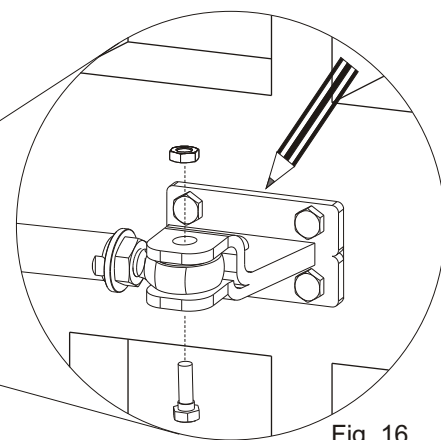

Fig. 16
- 3) Fixer l'étrier sur la fixation antérieure (Fig.16)